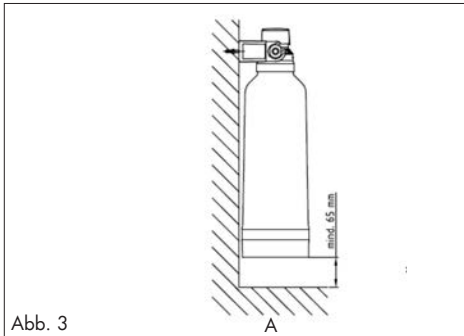

Abb. 3
2. Das Filtersystem kann nur vertikal montiert und betrieben werden (siehe Abb. 3).